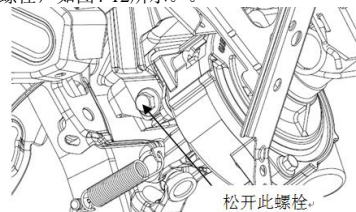

图 4-12
③ 松开转向管柱下安装支架处的六角法兰面螺栓，如图 4-12 所示。。